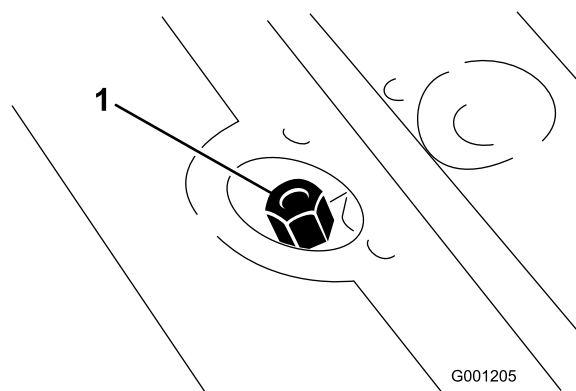

Figura 25
7. Retire a tampa da vareta (Figura 25) do tubo de enchimento e limpe-a com um pano limpo.